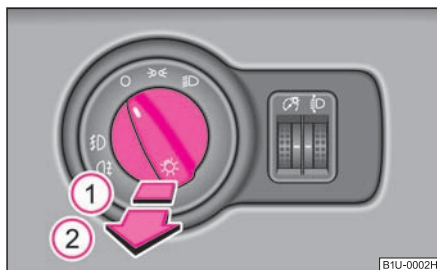

Fig. 46 Tabloul de bord:
- Rotiți întrerupătorul în poziția 𐀀 sau 𐀁 ⇒ fig. 46.
- Trageți întrerupătorul în poziția ①.
- Rotiți întrerupătorul în poziția 𐀂 sau 𐀃 ⇒ fig. 46.
- Trageți comutatorul în poziția ②.